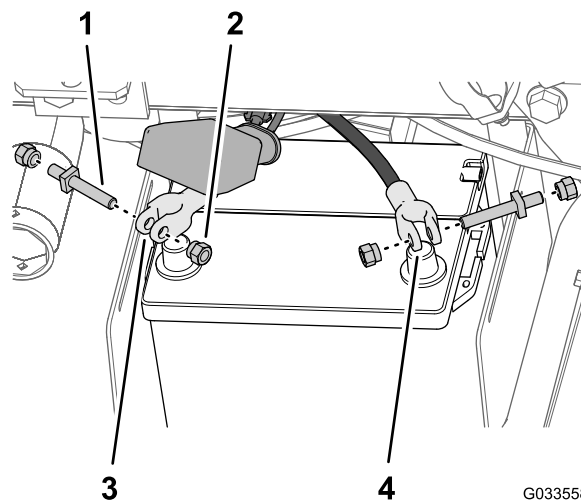

Figura 30
5. Monte sem apertar um parafuso terminal e uma porca de fixação nas abraçadeiras dos cabos positivo e negativo da bateria (Figura 30).